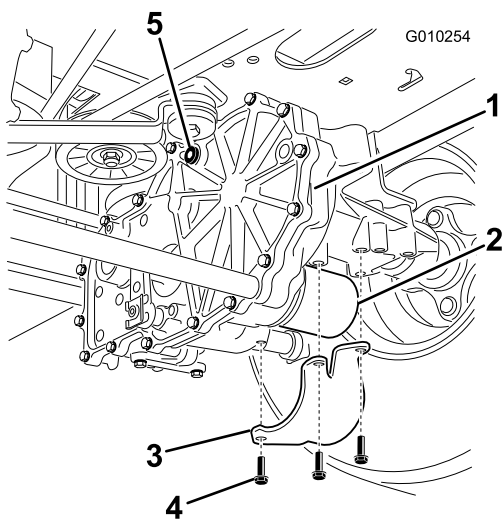

Рисунок 65
7. Найдите фильтр и ограждения на каждой системе привода с коробкой передач (Рисунок 65).
8. Отверните 3 винта крепления ограждения фильтра и снимите ограждение (Рисунок 65).
4. Установите ограждения всех фильтров, снятых ранее (Рисунок 65).
- Закрепите ограждения фильтров с помощью 3 винтов (Рисунок 65).
- Установите пробку вентиляционного отверстия (Рисунок 65).